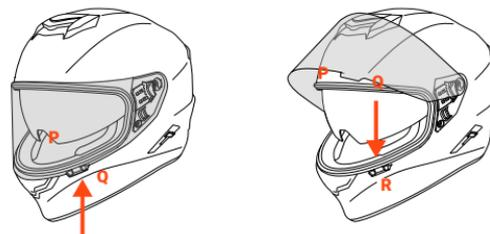

ABBILDUNG 12
**VISIER – P – Abbildung 12**
**Verstellung – Abbildung 12**